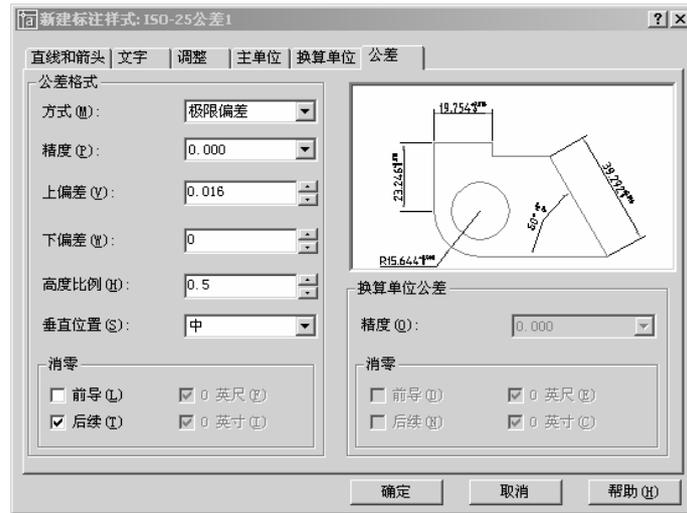

图 2-82 “公差”选项卡
① 选择“格式”→“标注样式”命令，在弹出的“新建标注样式”对话框中创建新的样式“ISO-25 公差 1”，如图 2-82 所示。打开“公差”选项卡，在公差格式区设置如下参数。